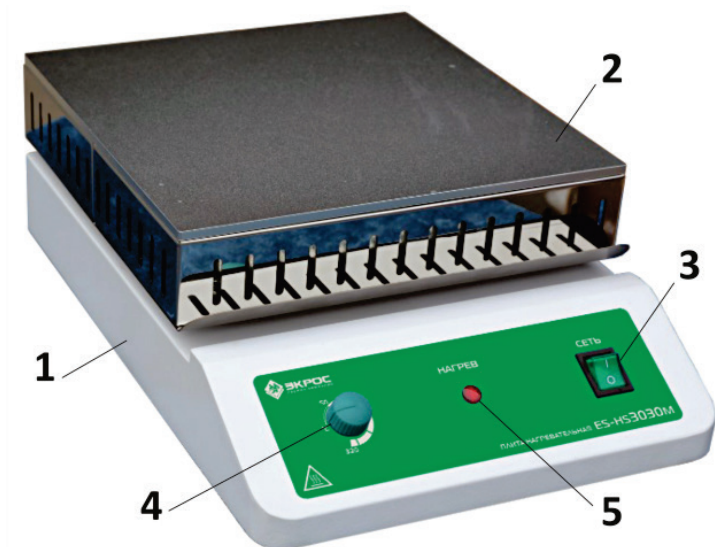

Рисунок 1
- 6.1. Плита состоит из корпуса 1 и нагревательной платформы 2 (Рисунок 1). На передней панели корпуса расположены сетевой выключатель 3, ручка регулятора мощности нагрева 4 и индикатор нагрева 5. На задней панели находится сетевой кабель и держатель предохранителя. Плита стоит на 4-х резиновых ножках.